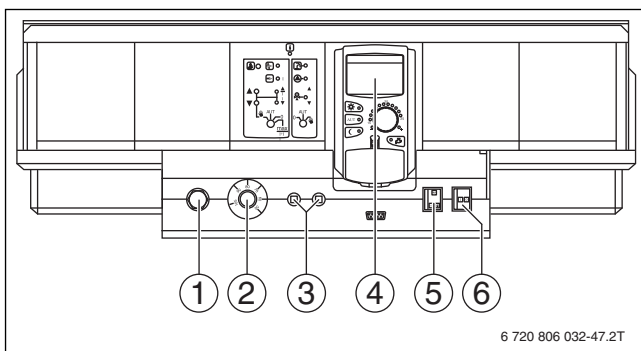

Fig. 3 Régulateur, exemple CFB 930
Mettre la chaudière en service par le régulateur (dans cet exemple, fig. 3 : CFB 930). La mise en service de l'appareil de régulation implique automatiquement celle du brûleur. Celui-ci peut ensuite être démarré par l'appareil de régulation.
Mettez votre installation hors service par l'appareil de régulation (par ex. appareil de régulation CFB 930, → fig. 3, page 6). La mise hors service de l'appareil de régulation implique automatiquement celle du brûleur.
- ▶ Placer l'interrupteur marche/arrêt (→ fig. 3, [2]) sur « 0 » (ARRET).